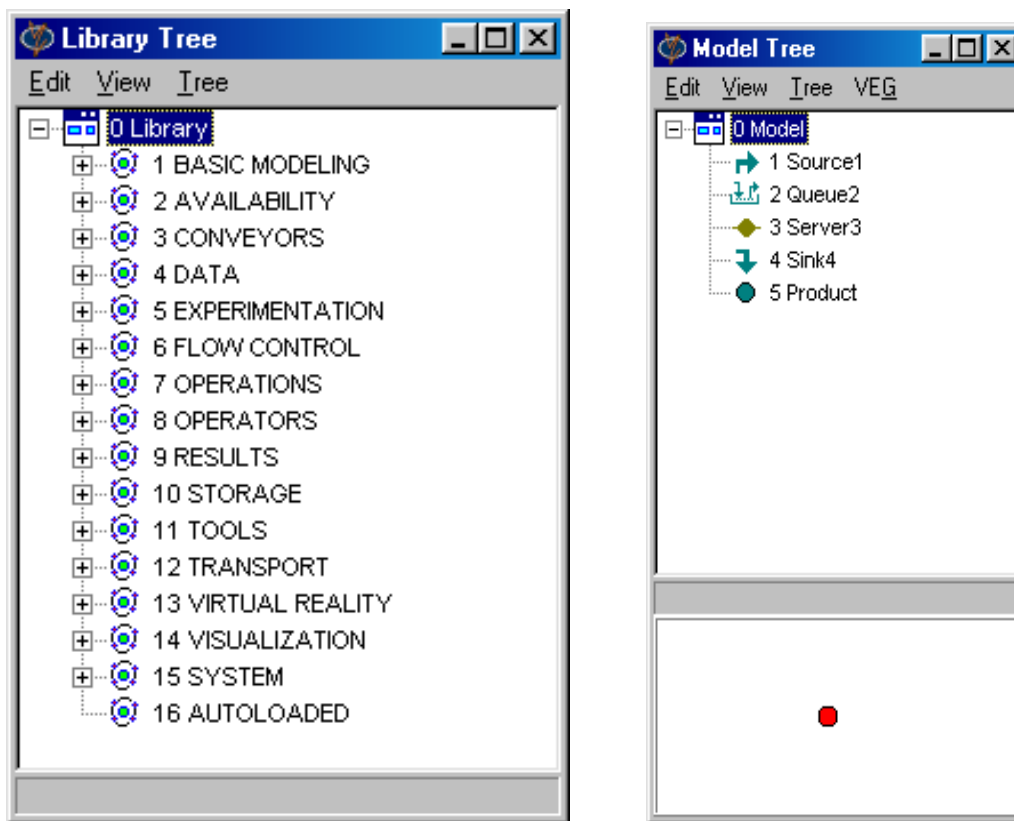

Figure 3-4 : Le Library Tree général et le Model Tree du cas d'étude 1
- Le Library Tree (voir figure 3-4) qui comprend tous les atomes que l'utilisateur peut placer dans le modèle. Les atomes sont subdivisés en groupes. Ainsi trouve-t-on, par exemple, un groupe avec les convoyeurs (convoyeurs) et un groupe avec les operators (opérateurs). En sélectionnant un atome et en le glissant vers l'écran des modèles (le 'Model Layout'), l'atome est placé dans le modèle.